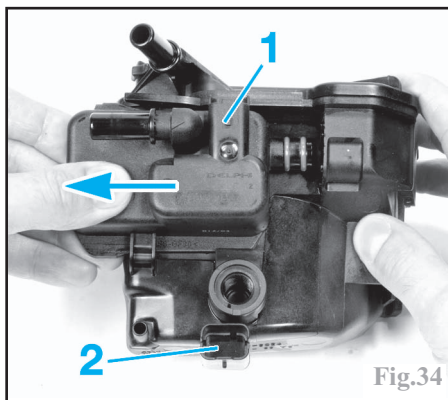

Fig.34
Déposer, du filtre à gazole, le détecteur d'eau (2) et le réchauffeur (1) (Fig.34).